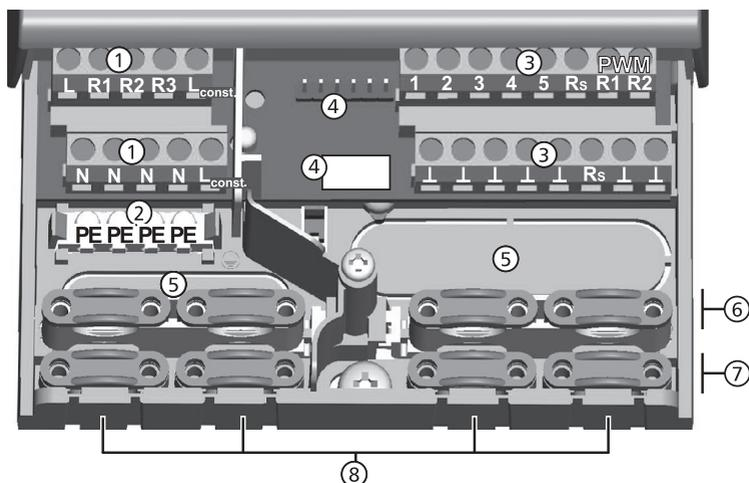

Fig. 3: Morsetti di collegamento nel lato inferiore della centralina (calotta coprimorsetti rimossa)
1. Perforare le aperture ⑤ (fig. 3) con un attrezzo adatto.
1. Intagliare e perforare con un coltello adatto le aperture per cavi ⑥ (fig. 3) necessarie a sinistra e a destra.